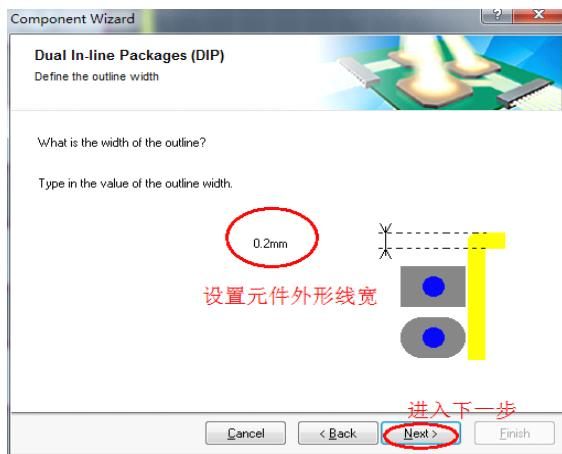

图 6-4.16 设置外形线宽
Step5: 单击“下一步”按钮，设置元器件轮廓线宽，如图 6-4.16 所示；